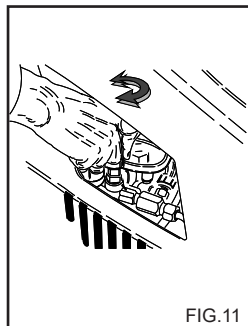

FIG. 11
Ce chapitre concerne uniquement les modèles munis du dispositif « Régulateur de pression ». Le dispositif de réglage de la pression, fig. 11, permet de régler la pression de service. Quand on tourne le bouton C dans le sens inverse des aiguilles d'une montre (B) (minimum) on réduit la pression de service.